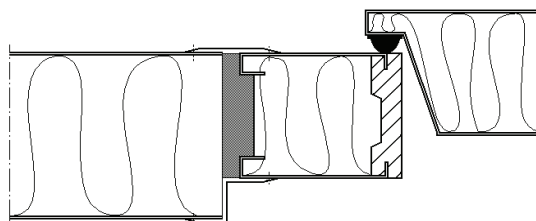

Рис.4
В случае установки в сэндвич-стену при помощи профилей - при помощи деревянных клиньев (рис.4).
8. При установке в сэндвич-стену при помощи профилей закрепить профили с наружной и внутренней сторон вытяжными заклепками либо шурупами (рис.4). **Внимание: профили разрешается устанавливать только после полного затвердевания монтажной пены (~ 12 часов при комнатной температуре).**